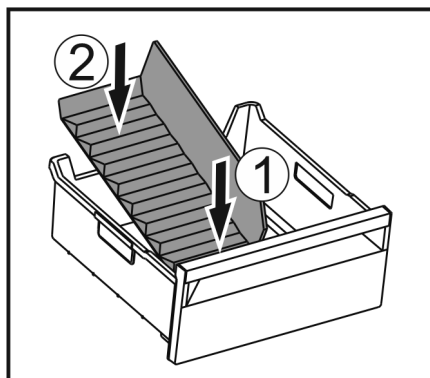

Fig. 100
- ▶ Sätt in frysacksdelarens främre del. Fig. 100 (1)
- ▶ Sänk ned frysacksdelarens bakre del till lådans botten. Fig. 100 (2)